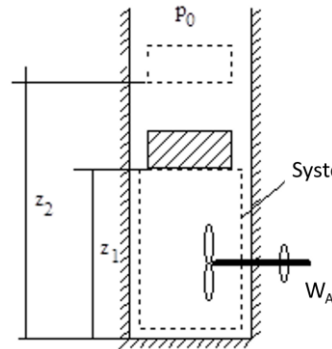
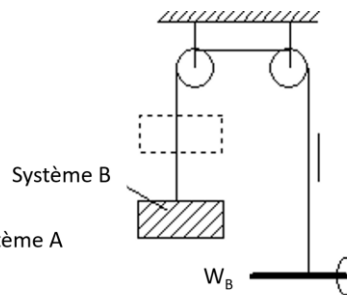

Figure 1A
Figure 1B
On utilise deux méthodes différentes pour soulever un objet cylindrique de masse M , la première thermo-mécanique (Fig.1A) et la seconde purement mécanique (Fig.1B). L'exercice consiste à comparer les travaux échangés avec le milieu extérieur durant les deux opérations. la pression atmosphérique p_0 est constante et uniforme. Le poids est cylindrique de section S et s'élève de z_1 à z_2 .
1. Dans le cas de la figure 1A, l'objet coulisse sans frottement dans un tube et joue le rôle de piston. L'ensemble (tube+piston) constitue un réservoir adiabatique qui contient une masse m de gaz parfait (de chaleur massique à pression constante c_p). Le système à considérer est constitué du gaz, dont l'état initial est caractérisé par (T_1, V_1) et l'état final par (T_2, V_2) . Calculer la pression extérieure p_{ext} en fonction de p_0, M, g, S et montrer que celle-ci est constante. Calculer le travail W_A qui doit être échangé par ce système avec le milieu extérieur pendant la transformation, en fonction de m, c_p, r, T_1, T_2 , puis en fonction de la variation d'enthalpie du gaz.
2. Dans le cas de la figure 1B, le système est constitué du seul objet, et on néglige les frottements de l'air. On suppose que l'objet est constitué d'un matériau solide homogène (sa capacité calorifique est notée C_p), et que sa température ne varie pas significativement au cours de la transformation. Ecrire le premier principe entre l'état initial à z_1 et l'état final à z_2 en n'oubliant pas de tenir compte ici de la variation d'énergie potentielle du système. Calculer le travail W_B qui doit être échangé par ce système avec le milieu extérieur pendant la transformation, en fonction de M, g, z_1, z_2 .